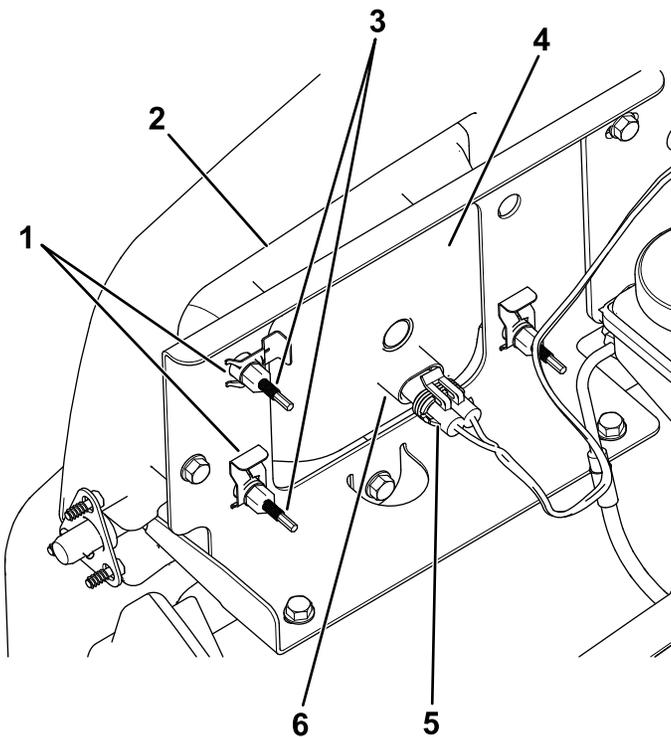

Рисунок 48
3. Отсоедините электрический соединитель жгута проводов от соединителя лампы в сборе (Рисунок 48).
4. Снимите скобы под саморез, которые крепят фару к кронштейну фары (Рисунок 48).
5. Снимите фару в сборе, подавая ее вперед сквозь отверстие в переднем бампере (Рисунок 48).
6. Вставьте новую лампу через отверстие в бампере (Рисунок 48).
8. Подсоедините электрический соединитель жгута к соединителю лампы в сборе (Рисунок 48).
5. В задней части узла передней фары поверните регулировочные винты (Рисунок 48), чтобы повернуть фару и изменить положение луча.